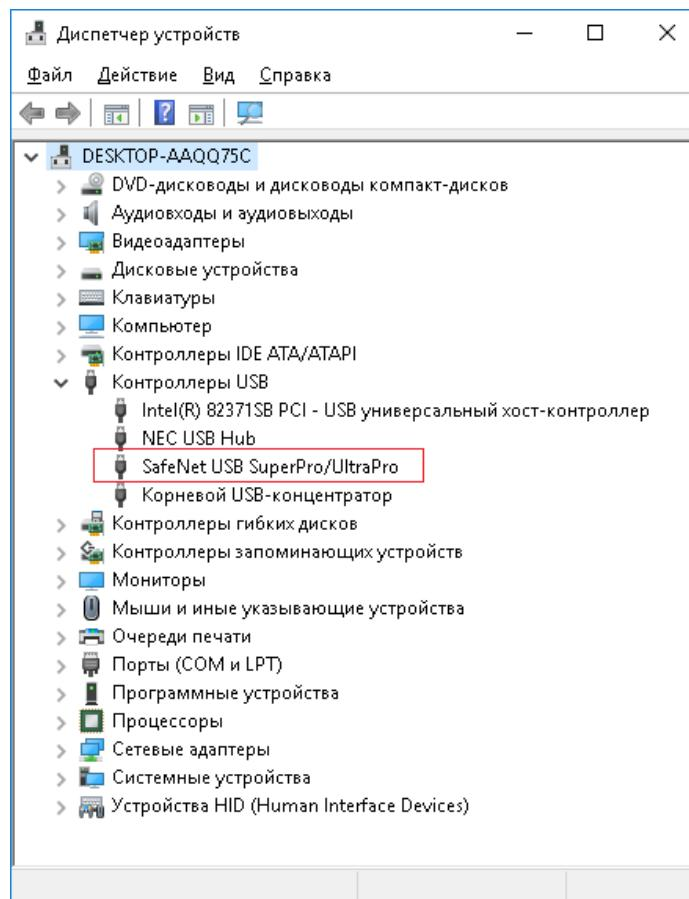

Рисунок 3.1.7 - Окно Диспетчера устройств с драйвером электронного ключа (USB порт)
Для проверки работоспособности драйвера ключа средствами ОС запустите Диспетчер Устройств из Панели Управления (рисунок 3.1.7). В меню «**Вид/ View**» надо выбрать «**Устройства по типу**» и «**Показывать скрытые устройства**», а затем найти в списке устройств следующие устройства и посмотреть их свойства:
- Устройство «**SafeNet USB SuperPro/UltraPro**» для ключа, подключённого к USB порту (рисунок 3.1.7)